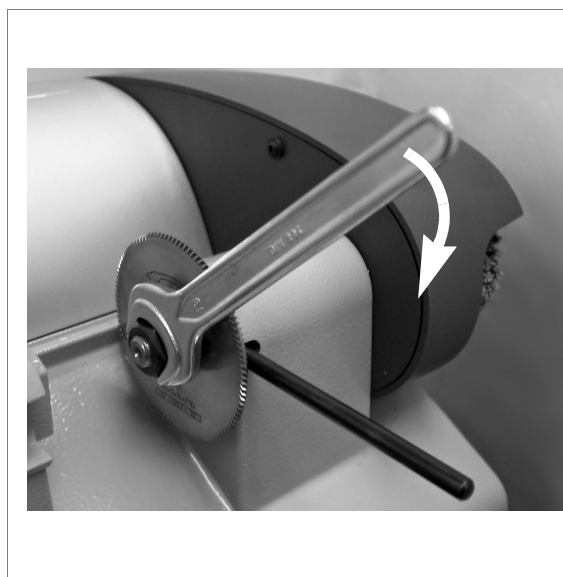

Fig. 25
3) Steek de bijgeleverde blokkeerstang in de opening op de machinebasis en in de opening van de freesas (fig.25).